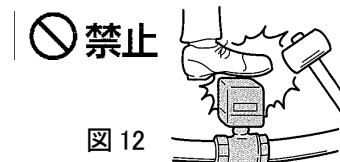

図 12
- アクチュエータに無理な荷重を掛けたり、作業時に足場には絶対にしてはならないでください。漏れや故障発生の原因となります。(図 12)